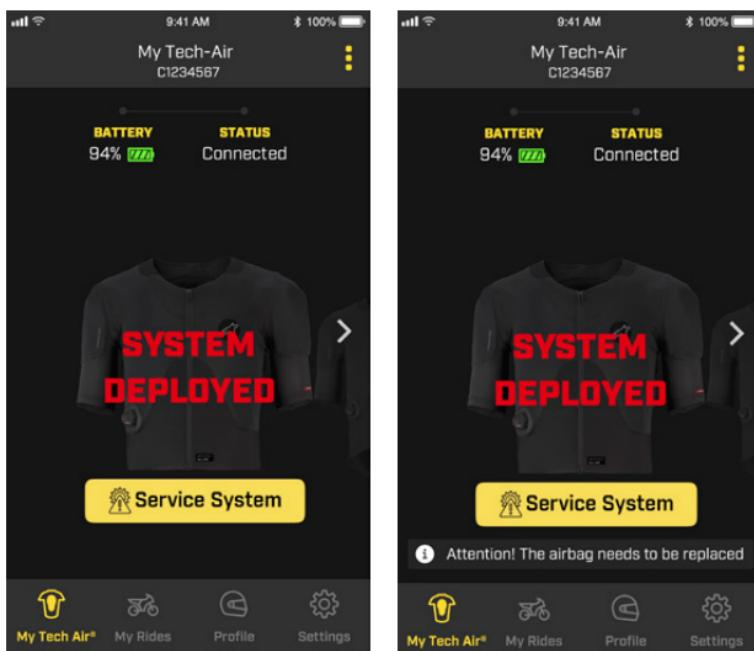

Abbildung 18: Ansicht des ausgelösten Tech-Air[®] Systems (links) und Ansicht der Airbag (11)-Austauschanzeige (rechts).
Im Falle eines Systemeinsatzes und wenn kein Gasgenerator (9) verfügbar ist, teilt die App dem Benutzer diesen Status mit, indem sie die Meldung „SYSTEM DEPLOYED“ anzeigt, wie in Abbildung 18 dargestellt.